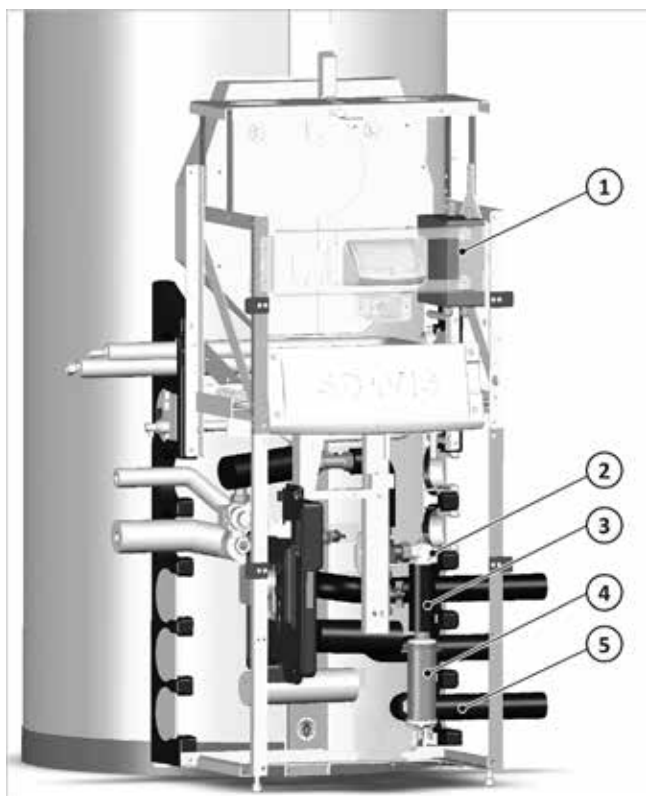

Fig. 19: Posizione dei componenti nel modulo di carica
→ La Fig. 19 mostra la posizione della scatola di collegamento (1), della cartuccia di riscaldamento (4) e del modulo di carico. I tubi di collegamento per la pompa di calore e la mandata riscaldamento possono essere posati a destra e sinistra attraverso gli appositi passaggi laterali.
1. fissare la scatola di connessione alla parte superiore del modulo di carica, vedere la → Fig. 19 (1).